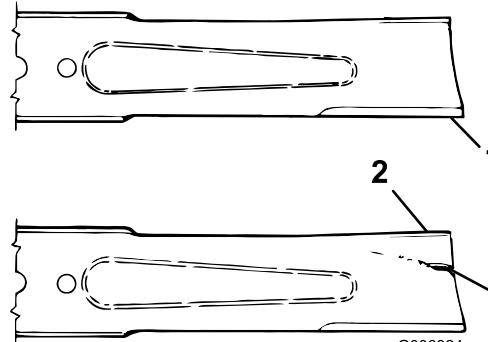

図 17
3. ブレードの切っ先を注意深く観察、特に、直線部と曲線部が交わる部分をよく観察する図 17。
4. 磨耗が進んでいる場合図 17 には、ブレードを交換するブレード回転面の管理 (ページ 11)を参照。
ブレードの磨耗を放置すると、ブレードのセル部と平坦部との間に割れ目が発生する図17。この割れ目が拡大すると、最終的にはブレードがちぎれてハウジングの下から飛び出し、これがオペレータや周囲の人に重大な人身事故となる。